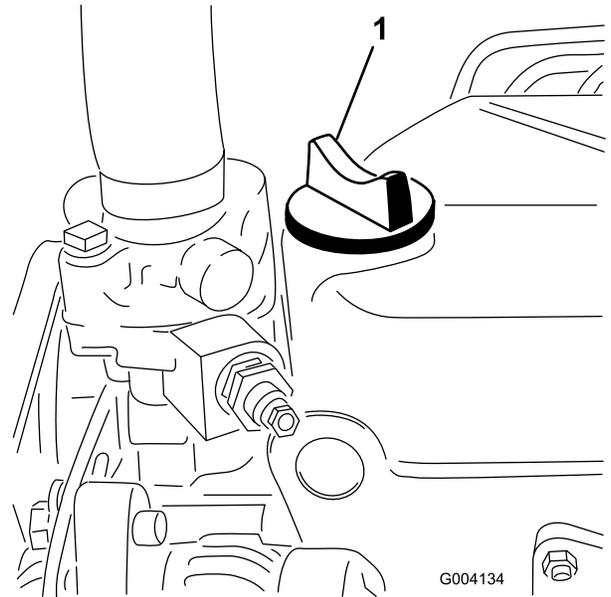

图 77
5. 如果油位低于“已满”标记应取下加油盖图 77 添加机油直至油位达到量油尺上的“已满”标记。